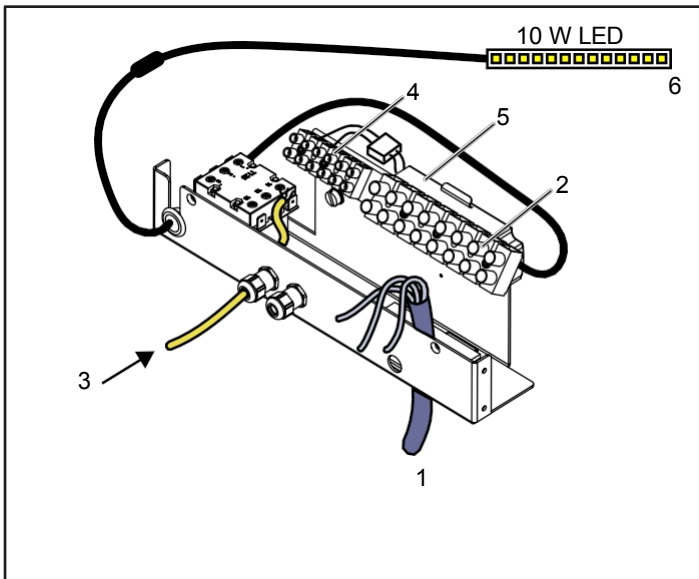

Figura 9: Scomparto elettrico
3. Collegare il cavo di alimentazione (vedere Figura 9) secondo lo schema di cablaggio (vedere Figura 13).